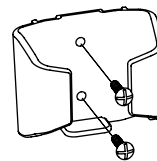

Fig. 24
Étape 1: Choisissez un emplacement pour installer votre support de la télécommande, vous pourriez installer le support comme indiqué. (Fig. 24)